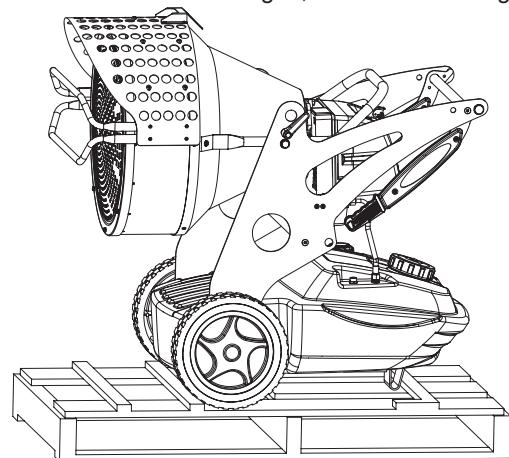

**Figure 1 - Emballage**
- Éliminer les supports utiliser pour emballer l'appareil (Fig. 1).
- Lorsque c'est possible, placer l'emballage en carton depuis le haut sur la plate-forme en le fixant avec des matériaux ad hoc (Fig. 1).
- Stocker la machine dans un endroit adapté et non humide, et ne pas placer plus de deux machines l'une sur l'autre. Expédier le générateur comme sur la Fig. 1, ou du moins la Fig. 2.